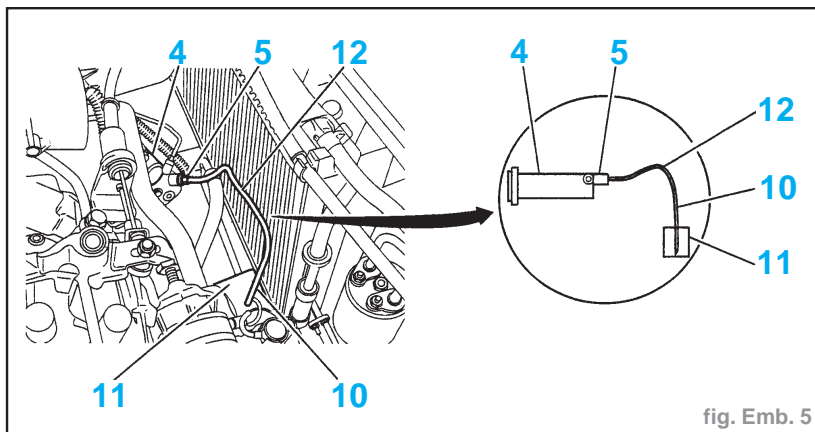

fig. Emb. 5
- Brancher un tuyau transparent (10) sur la vis de purge (5) et le relier à un bocal (11) situé plus bas que le cylindre récepteur (4) (fig. Emb. 5).
- Créer un siphon (12) vers le haut avec le tuyau transparent (10) qui est en contact avec le fond du bocal.
- Ouvrir la vis de purge (5).